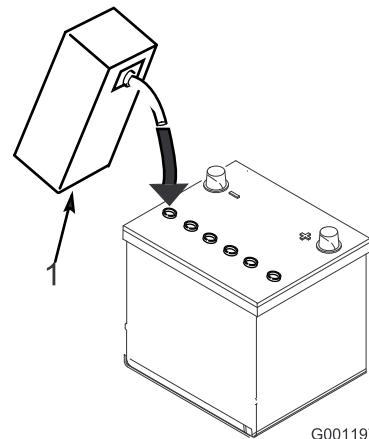

Figura 4
3. Llene cuidadosamente cada celda con electrolito hasta que las placas estén cubiertas de aproximadamente 6 mm (1/4") de fluido (Figura 4).
5. Llene las celdas si es necesario para que el electrolito llegue a una distancia de aproximadamente 6 mm (1/4") del fondo del hueco de llenado (Figura 4).